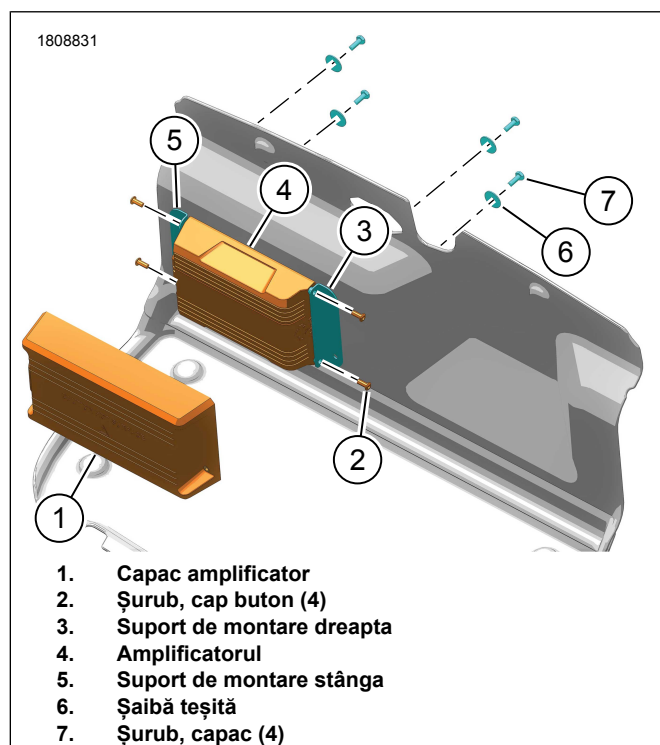

Figura 5. Suporturi de montare amplificator
5. Figura 5 Instalare ansamblu amplificator.